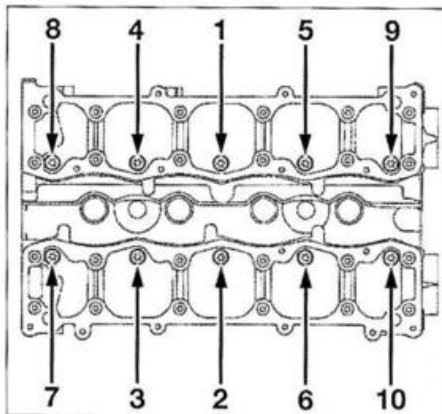

FIG. 28
- Apretar los tornillos de culata respetando el orden y el par de apriete prescritos (Fig.28).